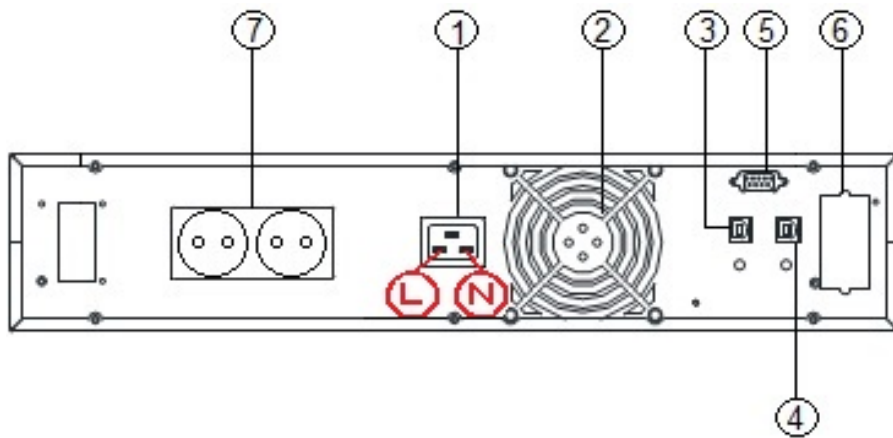

Рис.3
Фазный провод сетевого напряжения должен подключаться к левому контакту разъема для подключения кабеля питания сетевого напряжения (1) рис.3
Фазный провод сетевого напряжения должен подключаться к левому контакту разъема для подключения кабеля питания сетевого напряжения (1) рис.3.